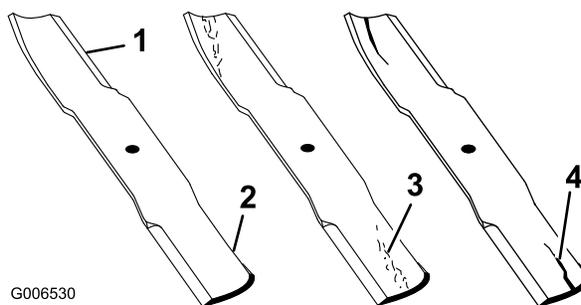

Figura 88
1. Inspeccione los filos de corte (Figura 88). Si los bordes no están afilados o tienen muescas, retire las cuchillas y afílelas. Consulte Afilado de las cuchillas.
2. Inspeccione las cuchillas, especialmente la parte curva (Figura 88). Si observa daños, desgaste o la formación de una ranura en esta zona (Figura 88), instale inmediatamente una cuchilla nueva.